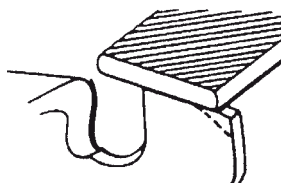

Fig. 45
- 4) Arrondissez l'angle avant du limiteur de profondeur afin de conserver la forme initiale du limiteur après usage de la jauge de contrôle. Respectez toujours les valeurs recommandées pour le limiteur de profondeur et indiquées dans le manuel d'entretien ou d'utilisation de votre tronçonneuse. (Fig. 45)